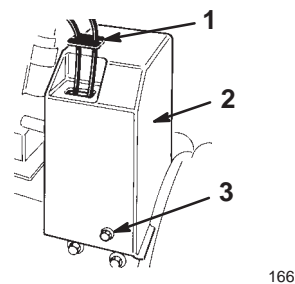

Figure 5
16. Enfilez la protection sur les câbles et dans l'orifice du couvercle de courroie (Fig. 5).